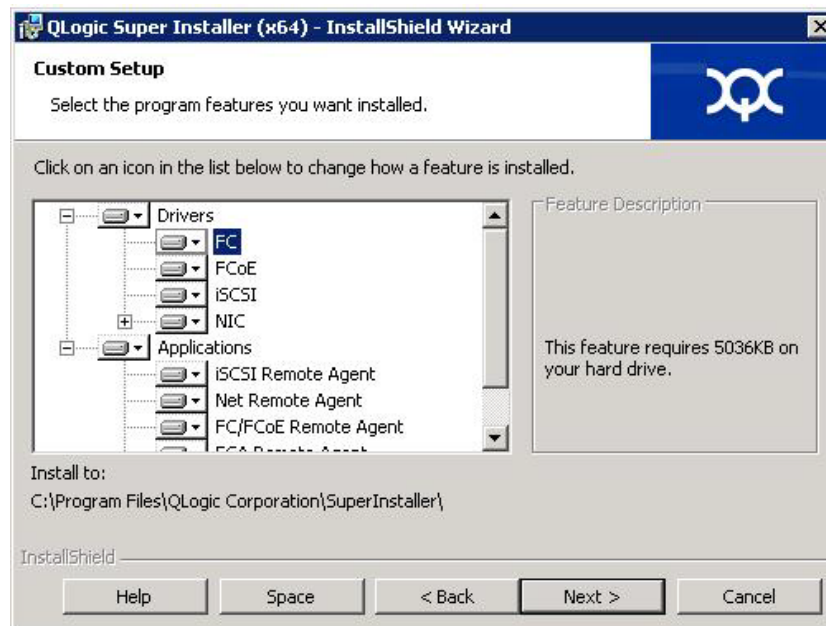

Figura 2-5. Janela InstallShield Wizard: Custom Setup (Assistente do InstallShield: Configuração personalizada)
6. Se você tiver selecionado **Custom** (Personalizada) na Etapa 5, preencha a janela Custom Setup (Configuração personalizada) (Figura 2-5) da seguinte forma: